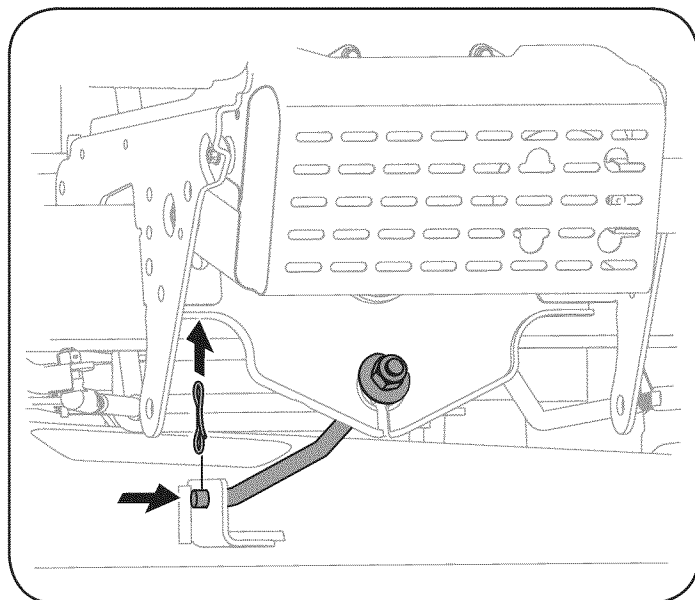

Figure 52
6. Retire el pasador de la pajarita, asegurar la varilla de estabilizador de la plataforma a la cubierta. Deslice el tirador de la cubierta del soporte en la cubierta como se muestra en la Figure 52.